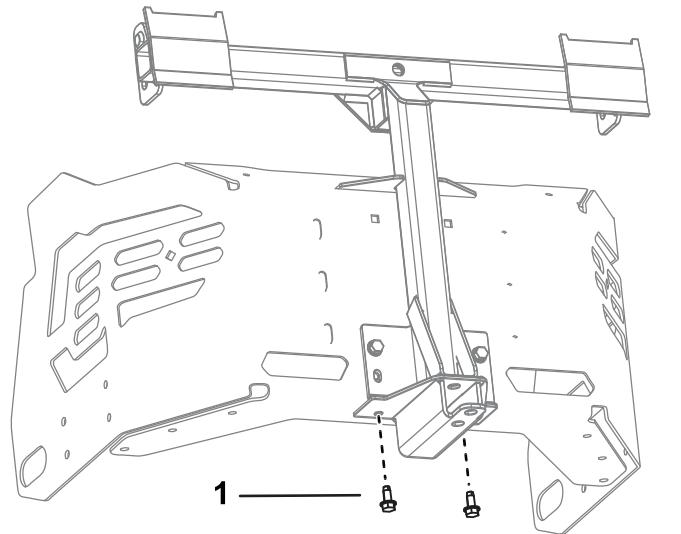

Figure 16
3. Retirez les 2 vis autotaraudeuses du bas du cadre de la machine (Figure 16).
5. Fixez le cadre pivotant au bas du cadre de la machine à l'aide de 2 vis autotaraudeuses ($5/16'' \times \frac{3}{4}''$), comme montré à la Figure 16.